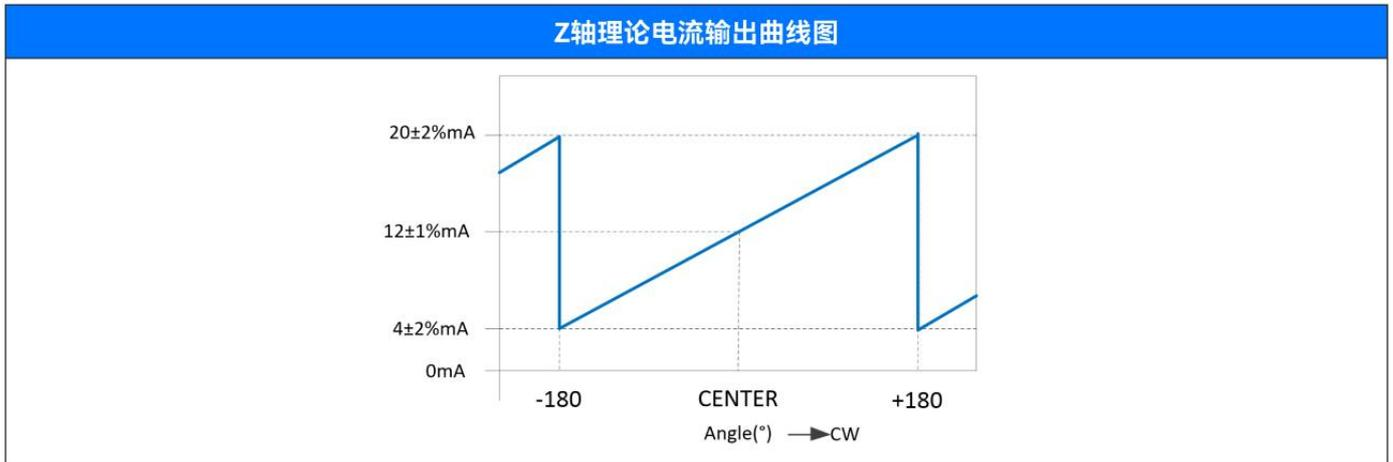

图2.2
- (1) 刻度范围 $180^{\circ}\sim 0^{\circ}\sim 180^{\circ}$ ，背景色黑色，刻度线、数字白色，背光可调，亮度通过电路板旋钮调节亮度；
- (2) 操作力矩恒定，转动力矩以及卡顿点手感可调，手感良好；
- (3) 输出方式：4~20mA电流输出，与刻度呈线性关系，如图2.2。